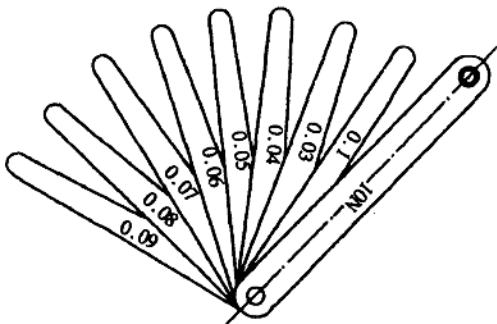

图 1-6 塞尺
(2) 塞尺（图 1-6）：又称测微片或厚薄规，由许多各种厚度的薄钢片组成，塞尺长度有 50 毫米、100 毫米、200 毫米。塞尺是用来测量两个零件相配合表面间的间隙的。